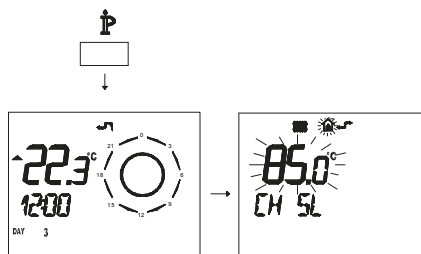

Figura 5.62
- Pulse durante más de 3 segundos el botón **P** para entrar en la modalidad **INFO** (Figura 5.62).